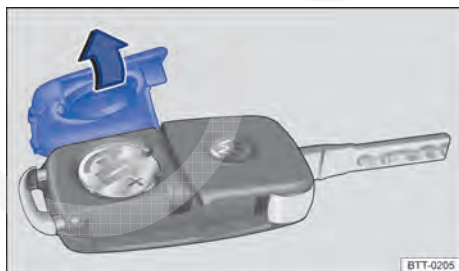

Fig. 21 Chave do veículo com comando remoto: abrir a tampa do alojamento da bateria.
A bateria encontra-se no lado posterior da chave do veículo com comando remoto, sob uma cobertura → Fig. 21.
- Retirar a cobertura no lado posterior da chave → Fig. 21 no sentido da seta →
- Posicionar a cobertura conforme indicado → Fig. 21 e pressionar no sentido contrário ao da seta sobre a carcaça da chave do veículo até encaixar.